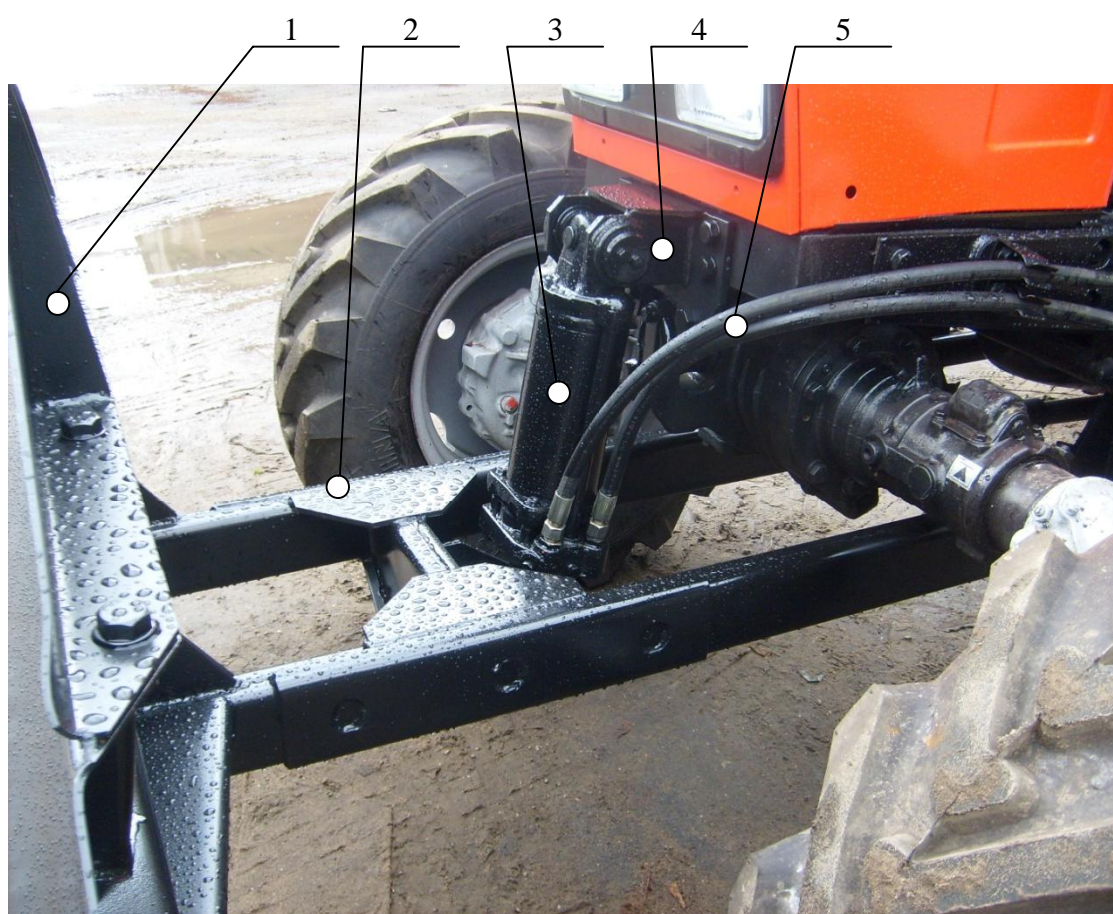

Рис.1
1.1.1 Отвал жесткий ОЖ-82П (далее - Отвал) (рис. 1) предназначен для выполнения планировочных, дорожных и строительных работ, уборки территории и выполнения других видов работ с мелкокусковыми сыпучими материалами.
- Козырька (поз.1, рис.1);
- Лопаты (поз.2, рис.1);
- Кронштейна (поз.4, рис.1), который крепится спереди на раму трактора;
- Гидроцилиндра подъема Лопаты (поз.3, рис.1);
- двух РВД (поз.5, рис.1);
- закрепить Кронштейн (поз.4, рис. 1) на раму трактора;
- установить Гидроцилиндр подъема Лопаты, зафиксировав пальцами в Кронштейне (поз.4, рис. 1) и нижних ушах Лопаты;